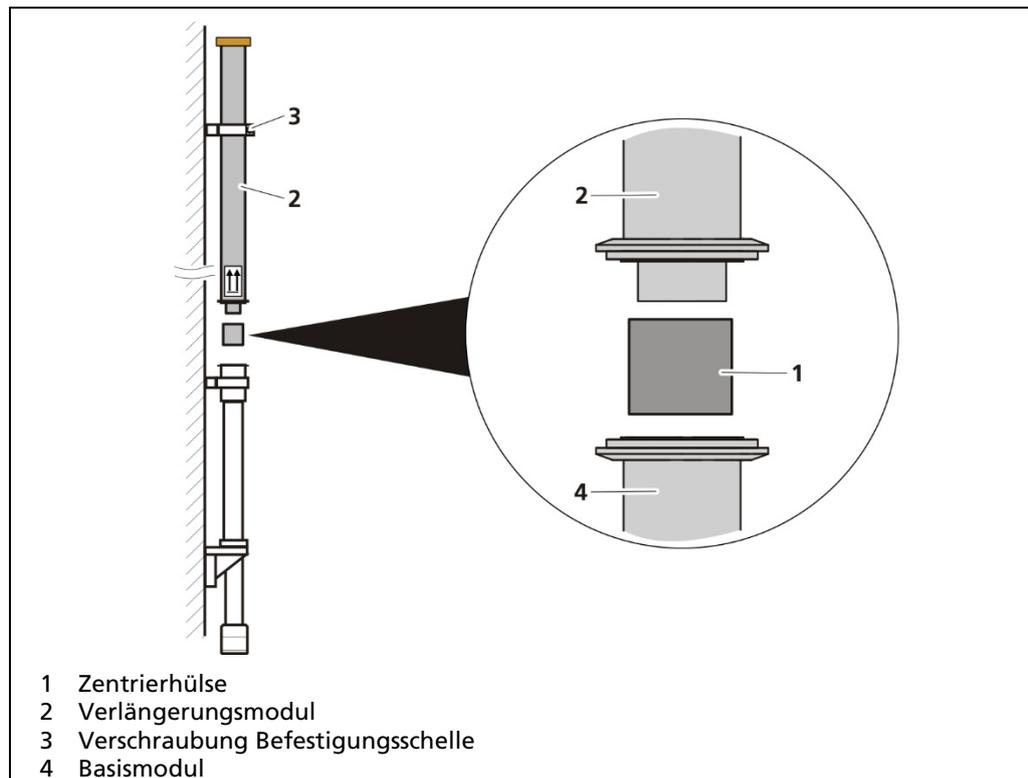

Abb. 17 Prüfung Passgenauigkeit
12. Zentrierhülse (Abb. 17, Pos.1) in das Basismodul einsetzen.
13. Öffnen Sie die Befestigungsschelle (Abb. 17, Pos.3) des Verlängerungsmoduls (Abb. 17, Pos.2) leicht setzen Sie das Verlängerungsmodul vorsichtig in die Zentrierhülse des Basismoduls ab.
14. Ziehen Sie das Verlängerungsmodul erneut hoch und schrauben Sie die Befestigungsschelle (Abb. 17, Pos.3) fest.
15. Entfernen Sie die Zentrierhülse (Abb. 17, Pos. 1) aus dem Basismodul.